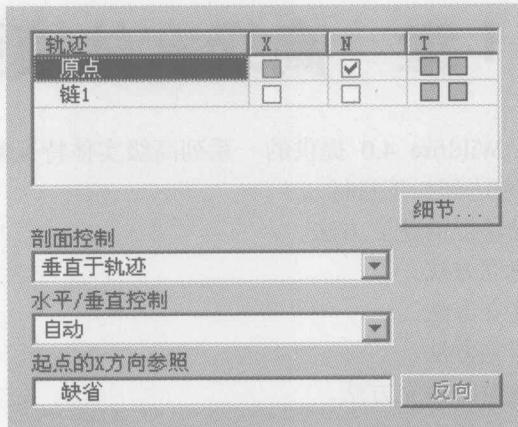

图 1-2
- 7) 参照：单击“参照”按钮，打开如图 1-2 所示的面板。
- ① “轨迹”收集器：显示选取的轨迹，并允许用户指定轨迹类型。
- ② 细节：单击该按钮，打开“链”对话框以修改链属性。
- ③ 剖面控制：在该栏中有三种可变剖面控制形式供用户选择，用以控制草绘剖面沿扫描轨迹的法向方向。